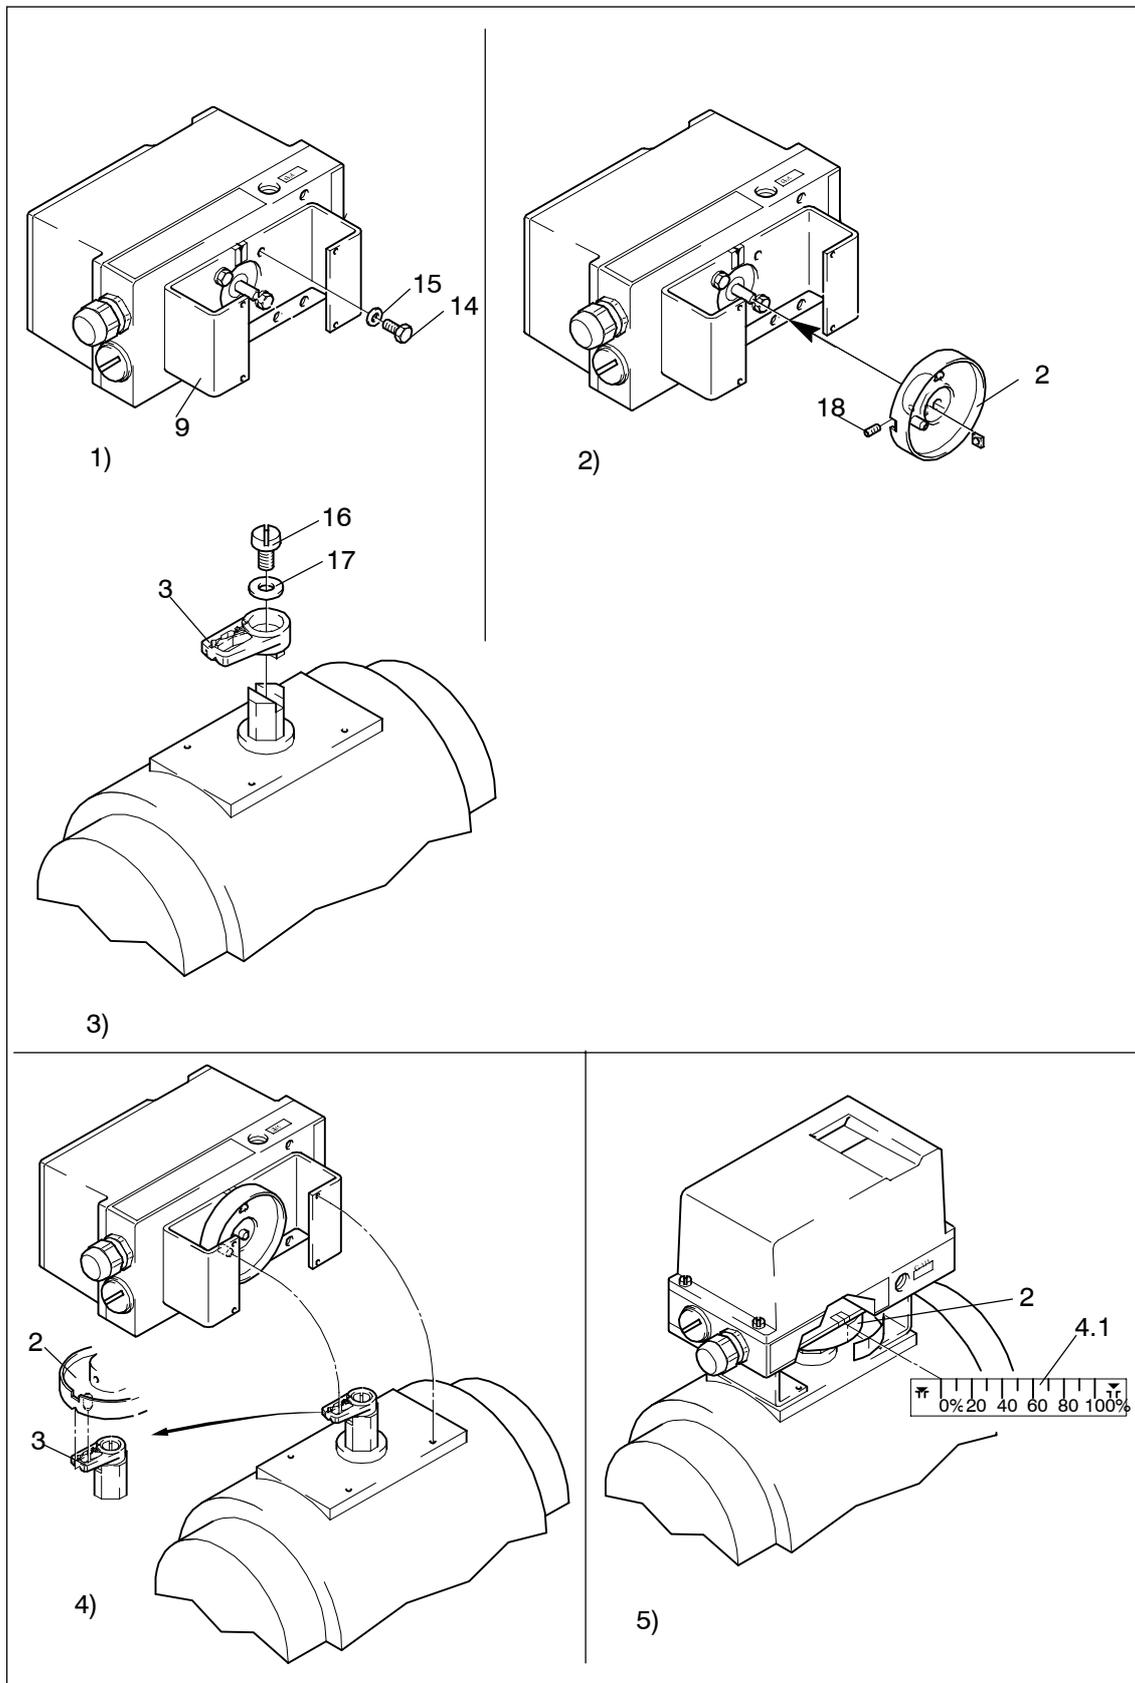

Figura 3-8 Processo de montagem (acionamento giratório)
3.3.6 Processo de montagem (ver figura 3-8 e figura 3-9)